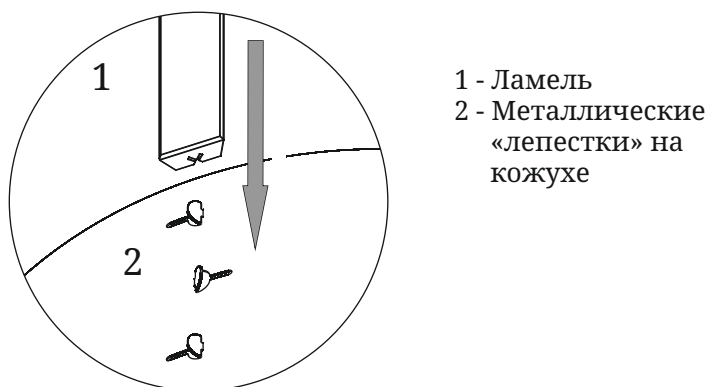

Рисунок 6. Установка ламелей на печь
Процесс крепления ламелей (3) на печь предельно прост. На коже печи имеются отогнутые металлические «лепестки» (2), на которые, как по направляющим, сверху вниз вставляются ламели (рисунок 6).